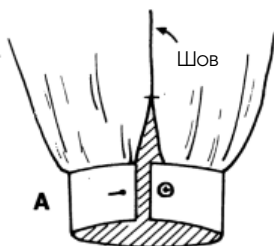

Рис. 363
1. На рис. 363 изображена модель А из примера 362.